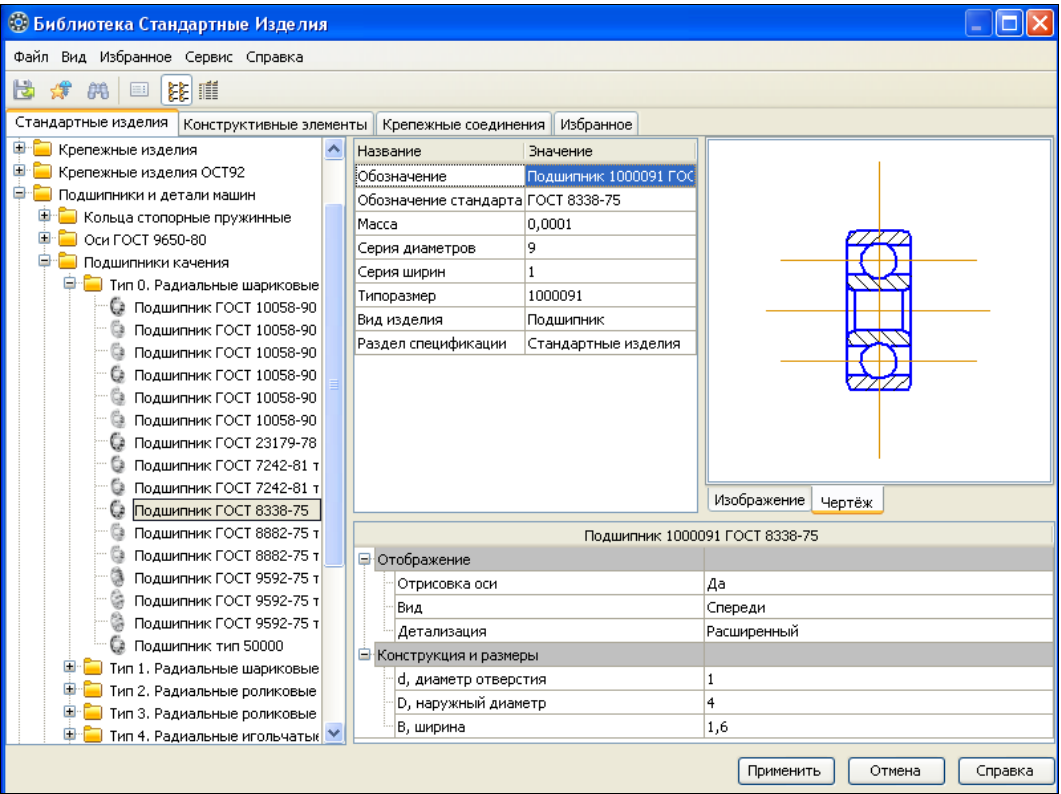

Рис. 26.9. Диалоговое окно Библиотека Стандартные Изделия с открытой папкой Подшипник ГОСТ 8338-75
- ◆ откройте Справочник и на вкладке **Стандартные изделия** вызовите **Подшипники и детали машин** ► **Подшипники качения** ► **Тип 0. Радиальные шариковые** ► **Подшипник ГОСТ 8338-75**. В *Области свойств* (рис. 26.9) выберем необходимые параметры: